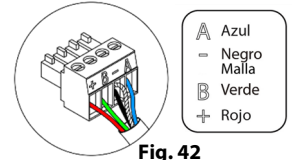

Fig. 42
Para la conexión con el termostato ⑤ dispone de una borna de 4 pines. Fije los cables con los tornillos de la borna respetando el código de colores (Fig. 42).